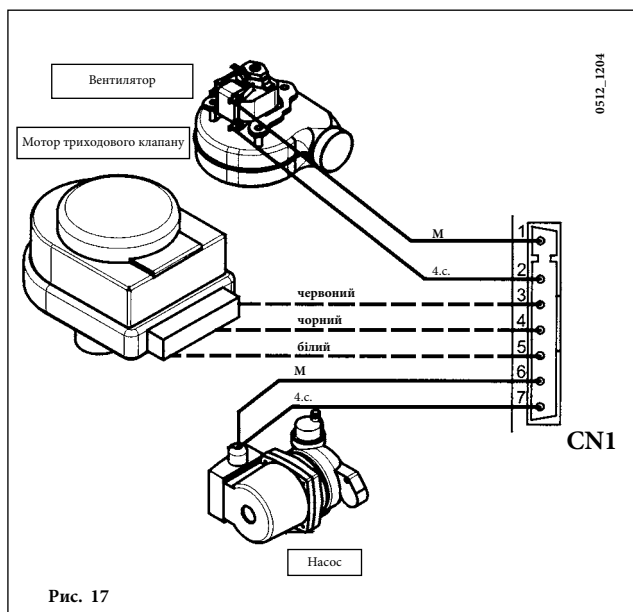

Рис. 17
- 2) підключити проводку мотора триходового клапана (білий - червоний - чорний) як показано на рис. 17;